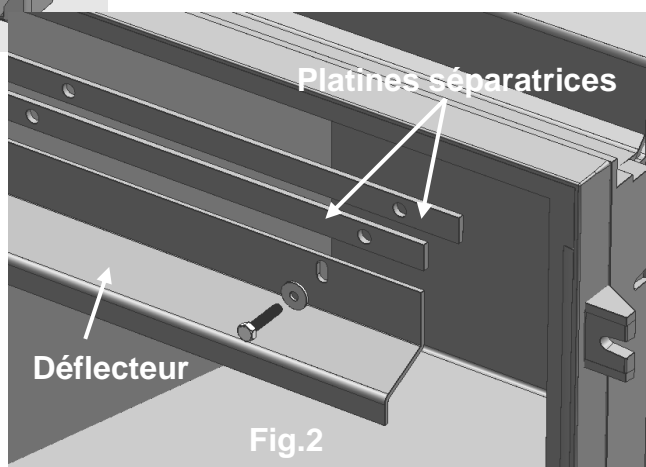

Fig.2
2. Ôter les deux platines séparatrices (voir figure 2) qui ne sont pas nécessaires pour la façade Classic